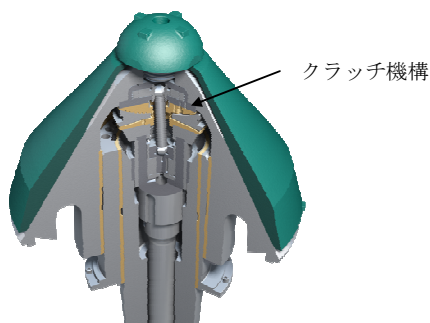

図 9 無負荷時マントル回転防止機構
- 6) 新開発の無負荷時マントル回転防止機能を有しており、無負荷運転時や原料切れ時にマントルは回転しない。その為、原料投入開始時のライナーの摩り減り摩耗を最小にする事が出来る (図 9)。